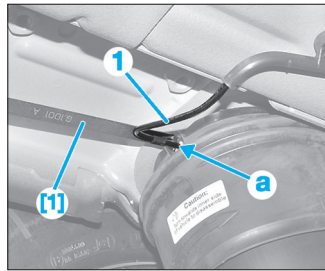

Fig. 26
- Nettoyer la zone autour du raccord pneumatique (a) (Fig.26).
- Maintenir appuyé l'outil [1] et désaccoupler à la main le tuyau pneumatique (1) (tirer dans l'axe).